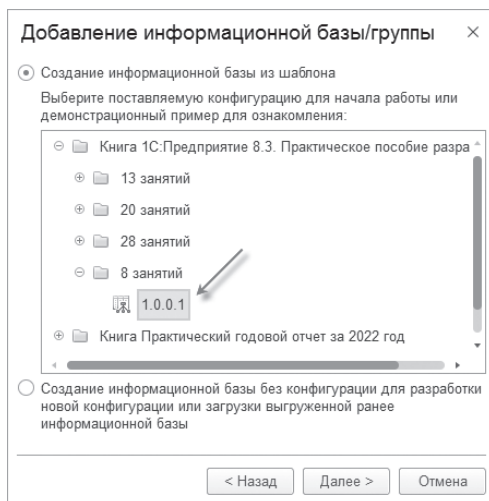

Рис. 0.1. Шаблон примера по окончании восьмого занятия
- Выберите вариант **Создание информационной базы из шаблона** и выберите нужный шаблон. Например, тот, который показывает состояние примера по окончании восьмого занятия (рис. 0.1). Нажмите **Далее**.